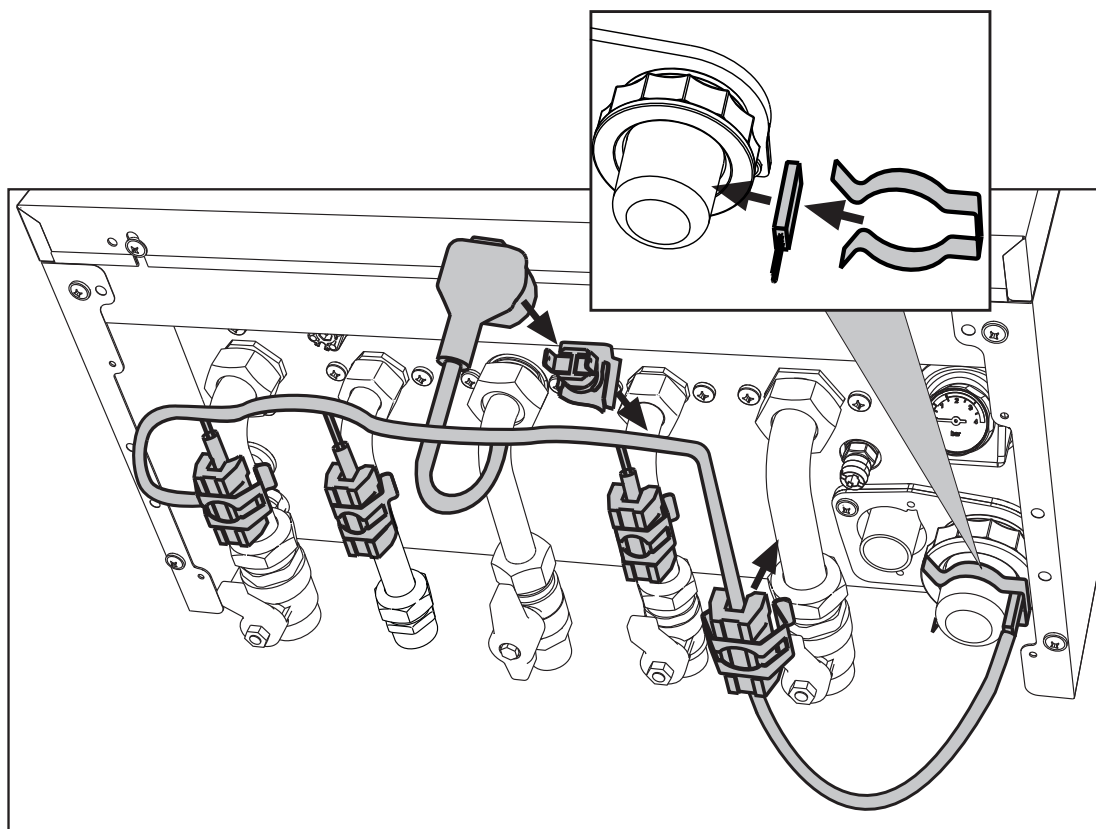

fig. 38- Antivrieskit
In geval van installatie buiten op een plaats die gedeeltelijk beschermd is tegen temperaturen onder -5°C , tot maximaal -15°C , moet de verwarmingsketel uitgerust zijn met een geschikte antivrieskit voor de bescherming van het circuit. Sluit de kit aan op de printplaat in de verbinding die is aangegeven in het schakelschema van fig. 53 (ref. 288) en plaats de thermostaat en de verwarmingen op de leidingen, zoals aangegeven in fig. 38 en de instructies bij de kit.